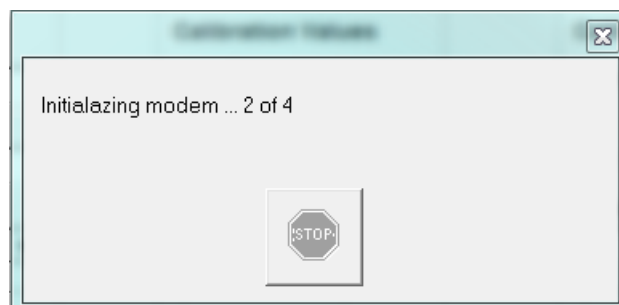
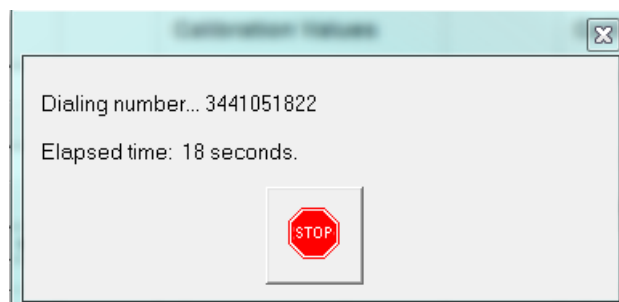

fig.22
fig.23
- Premendo il tasto , il programma avvierà la procedura di inizializzazione del modem (fig.22) e successivamente comporrà il numero inserito (fig.23) e stabilirà la comunicazione con il modem remoto (fig.24). Inoltre nella finestra **Insert phone number** saranno memorizzati i primi 4 numeri relativi al numero seriale del MYLOG e data e ora dell'ultima connessione.